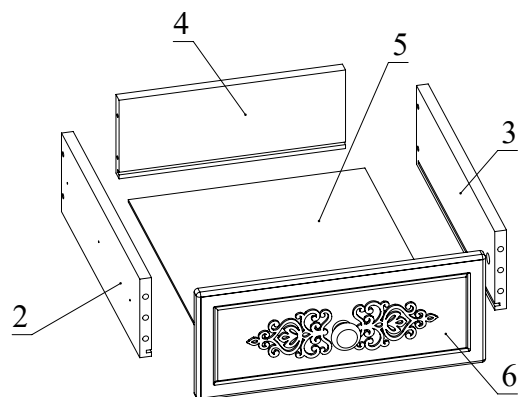

Рис.3
2. Соберите ящики. Для этого соедините детали 2 и 3 с деталью 4 с помощью конфирматов. Затем вставьте деталь 5 в пазы деталей 2, 3, 4. Установите деталь 6 на детали 2, 3 и зафиксируйте, повернув головки минификс по часовой стрелке до упора (Рис. 3). Внутренние планки телескопических направляющих закрепите на деталях 2 и 3 шурупами 3,5x16 (Рис. 4). С помощью шурупа 4x35 прикрутите ручки на деталь 6.